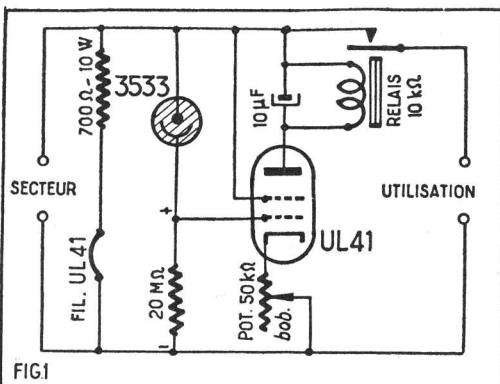

FIG.1
Le schéma de la partie principale de cet appareil de mesure est donné à la figure 1. La pièce maîtresse est une double triode ECC40. Les plaques de ce tube sont alimentées par l'intermédiaire d'un potentiomètre de 5.000 Ω. Dans chaque circuit cathode il y a une résistance de 47.000 Ω. Si on fait abstraction momentanément des commutateurs C et D et des résistances variables de tarage, on voit que le micro ampèremètre de 200 μA est branché entre les deux cathodes. Continuons à simplifier pour bien comprendre le principe de fonctionnement, nous verrons les détails ensuite. La grille de l'élément triode (2) est portée à un potentiel fixe. Sur la grille de l'élément (1) on applique la tension à mesurer. En l'absence de tension à mesurer, on peut et on doit régler le potentiomètre de 5 000 Ω (remise à zéro), de manière que les courants plaque des deux triodes soient égaux. A ce moment, les chutes provoquées dans les résistances de cathode (47.000 Ω) sont égales. Les deux cathodes sont par conséquent au même potentiel. Entre deux points de même potentiel, il ne peut prendre naissance aucun courant. C'est pour cette raison que le microampèremètre branché entre les deux cathodes ne sera traversé par aucun courant et que son aiguille sera à zéro. Notre raisonnement implique que les deux triodes et les résistances soient rigoureusement identiques. Il reste vrai, cependant, si une légère diffé-
occupe, ce courant risque d'entraîner des variations du zéro sur les différentes sensibilités. On a donc prévu un dispositif compensateur. Une des diodes de la 6AL5 est utilisée pour le redressement de la tension à mesurer, l'autre est mise en série avec un pont de résistances, associé au commutateur H (fig. 1), qui rappelle celui d'entrée. Ce pont est placé dans le circuit grille de la triode 2. Le courant inverse de la diode compensatrice introduit ainsi sur la grille de cette lampe pour chaque sensibilité, une tension qui annule celle appliquée sur la grille de la lampe 1 par le courant inverse de la diode de mesures.
Voyons maintenant le fonctionnement d'une manière plus approfondie en étudiant le schéma complet de l'appareil qui est donné à la figure 1.